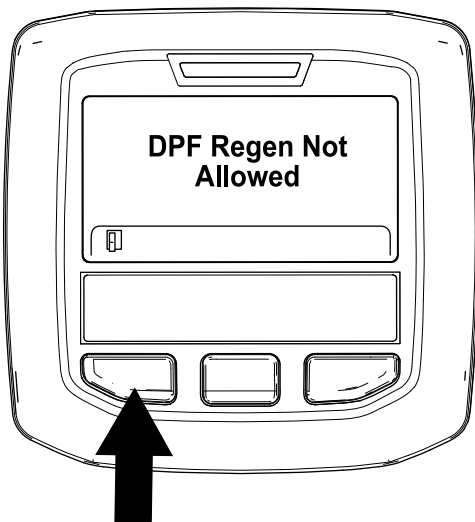

Figura 50
- Se o processo de regeneração não for permitido pelo computador do motor, surge a mensagem “DPF Regen Not Allowed” (Regen. do DPF não autorizada) no InfoCenter (Figura 50). Prima o botão esquerdo para sair para o ecrã inicial.